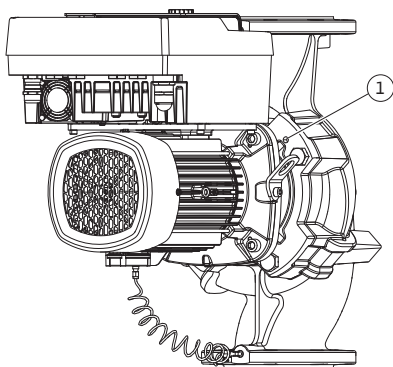
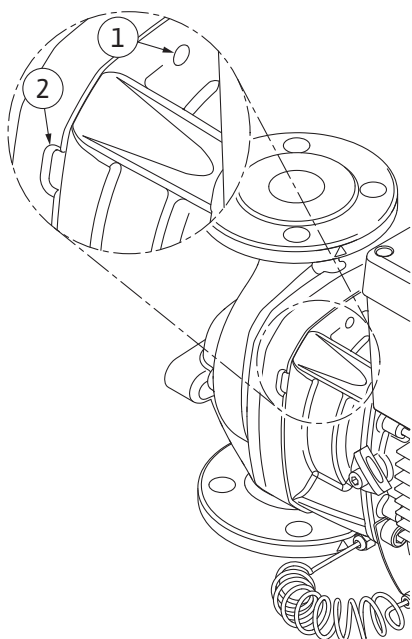

Fig. 108: Ievietojamā moduļa nospiešana, izmantojot vītnes urbumus
Fig. 109: Vītņu urbumi un atvērumi ievietojamā moduļa izņemšanai no sūkņa korpusa
12. Sūkņa tipam (Fig. III, IV) atskrūvējiet skrūves (29. poz.). Izmantojiet abus blakus esošos vītnes urbumus (Fig. 108, 1. poz.) un piemērotas skrūves, ko nodrošina pasūtītājs (piemēram, M10 x 25 mm). Nospiediet ievietojamo moduli no sūkņa korpusa. Sūkņa tipam (Fig. I un Fig. II) izmantojiet abus vītnes urbumus M10 (skat. Fig. 108) un piemērotas skrūves, ko nodrošina pasūtītājs (piemēram, M10 x 20 mm). Nospiešanai var izmantot arī šķēlumus (skat. Fig. 109, 2. poz.).